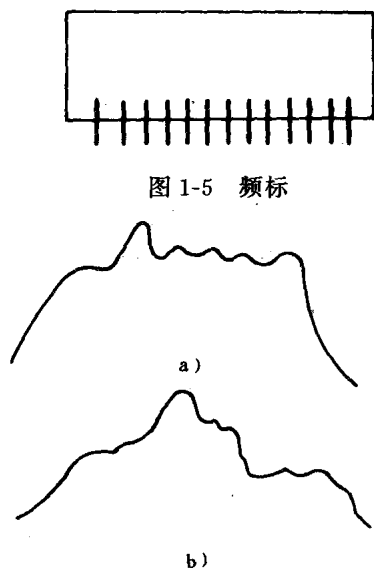

图 1-6 扫频仪受干扰现象
5. 扫频仪电缆的接地一定要良好，接地线要尽量短些；电缆芯线及屏蔽线也是越短越好。否则会引起被测电路自激振荡。在扫频仪的屏幕上会有如图1-6所示的干扰波形出现。